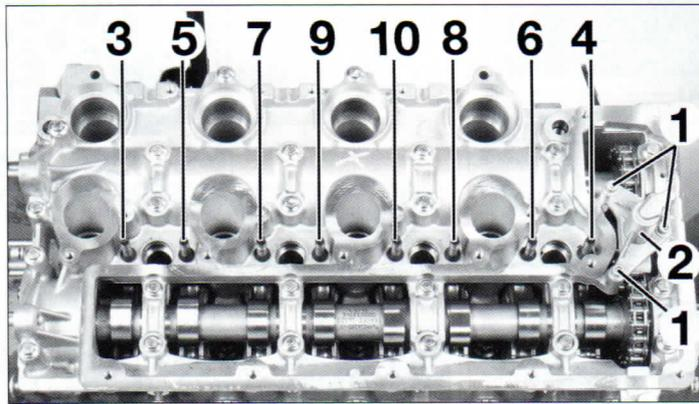
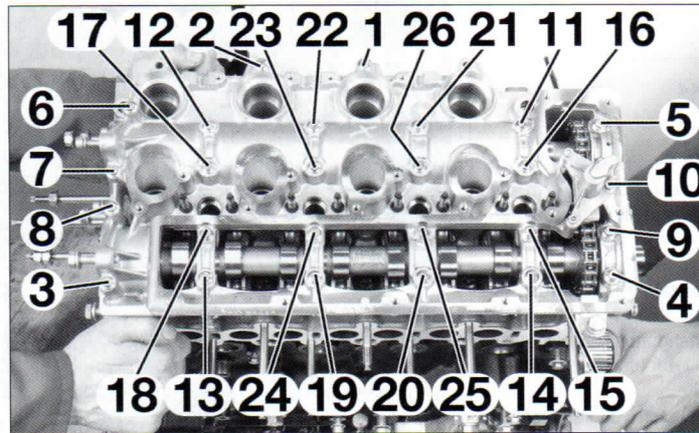

FIG. 39
FIG. 40
- los tres tornillos (1) del tensor de cadena (2) (**fig. 39**).
- el tensor de cadena de distribución (2).
- los ejes-guía de fijación de inyectores en el orden indicado de (3) a (10).
- los tornillos de fijación del cárter de ejes de levas de (1) a (26) en el orden indicado (**fig. 40**).